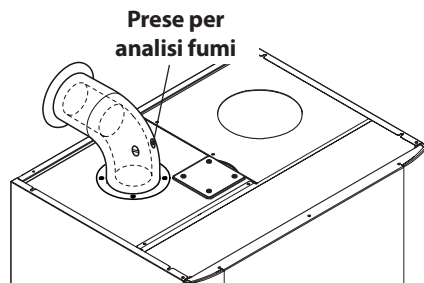

Figura 9.18
- Collegare un analizzatore fumi alle prese di analisi fumi poste sugli scarichi fumi della caldaia Figura 9.18.
- Verificare la combustione della caldaia utilizzando le prese posizionate sui tubi fumo (Figura 9.18) e confrontare i dati misurati con i seguenti.